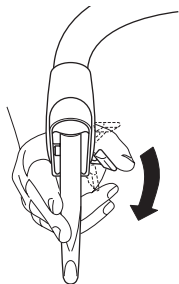

Fig. 10
- Effettuare questa operazione con la catena posizionata sul pignone più piccolo della ruota libera e con il pulsante del comando Ergopower azzerato (Fig.10).
- Carry out this adjustment with the chain on the smallest freewheel sprocket and with the Ergopower control button zero-ed (Fig.10).